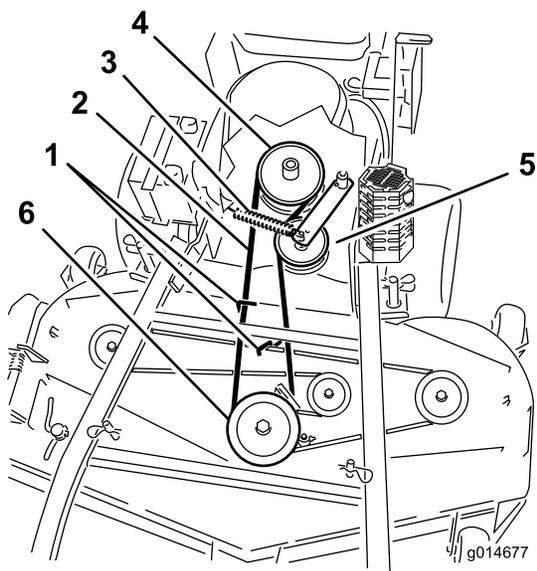

Figure 50
6. Retirez la courroie de la poulie centrale sur le tablier de coupe (Figure 50).
7. Retirez la courroie de la poulie de moteur et la poulie de tension rappelée par ressort (Figure 50).
8. Placez une courroie neuve sur la poulie de moteur et la poulie de tension rappelée par ressort (Figure 50).
9. Installez la courroie sur la poulie centrale du tablier de coupe (Figure 50).
11. Réglez l'écartement entre le guide et la courroie à 3 mm (1/8 po) (Figure 50).